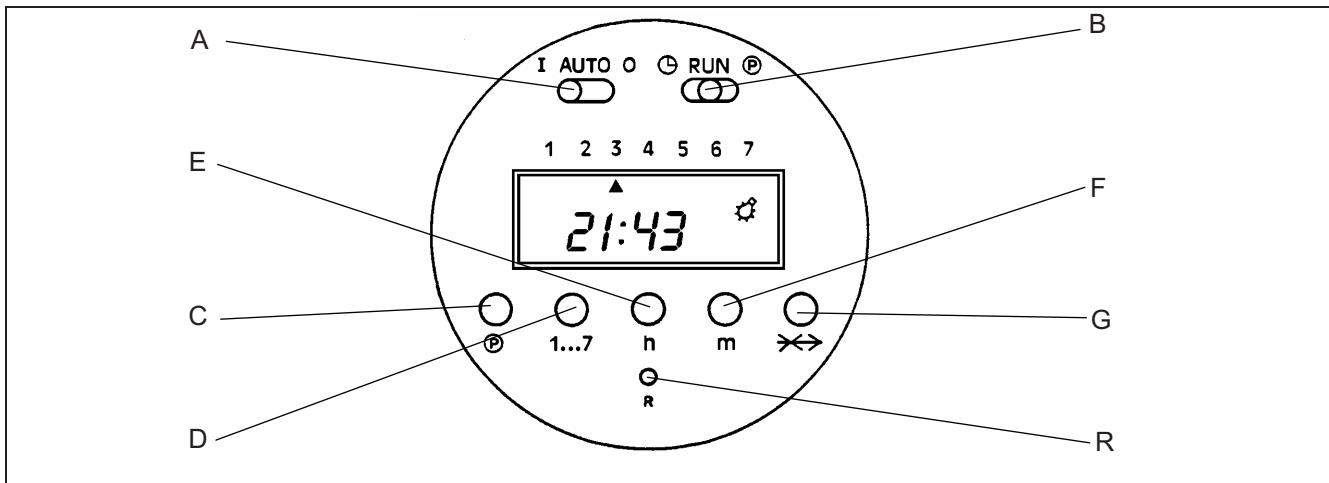

Figura 32 – OROLOGIO PROGRAMMATORE
Per i modelli 3002, 4002, 5002 e 8002 assicurarsi che il commutatore A dell'orologio programmatore (vedi Figura 32) sia in posizione AUTO se si desidera che sia comandato anche dall'orologio programmatore.
Per i modelli con orologio programmatore (3002, 4002, 5002 e 8002) l'apparecchio può essere spento temporaneamente portando il commutatore A in posizione O (vedi Figura 32).
C) Premere il tasto  $\text{\textcircled{P}}$  (riferimento C di Figura 32). Sulla parte destra del display compare il numero 2 senza il simbolo della lampadina corrispondente al programma di spegnimento.
- A) Spostare il selettore destro (vedi riferimento B di Figura 32) in posizione  $\textcircled{P}$ . Premere il tasto  $\textcircled{P}$  e scegliere il programma che si vuole cancellare.
- B) Premere contemporaneamente il tasto  $\textcircled{P}$  e il tasto SKIP (vedi riferimento G di Figura 32) per almeno 2 sec. e il programma impostato si azzererà.
- Spostare il selettore destro (vedi riferimento B di Figura 32) in posizione "RUN".
- Premere il tasto SKIP (vedi riferimento G di Figura 32) per scavalcare la programmazione del momento, per poi riprendere il funzionamento programmato alla successiva richiesta d'intervento. Questa funzione è indicata sul display mediante il simbolo di freccia cancellata (simbolo di skip).